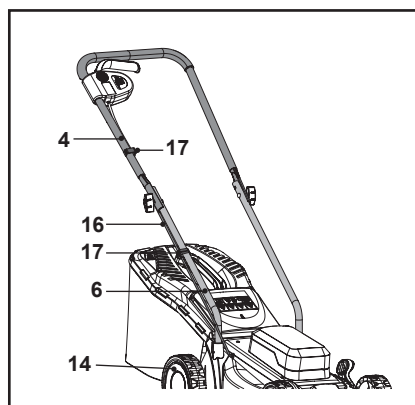

Fig. 3
5. Fixer le cordon de commande (16) de sorte que les deux clips pour cordon (17) se trouvent sur le côté droit du guidon supérieur (4) et du guidon inférieur (6) (vu de la position de l'opérateur) (Fig. 3).
6. Vérifier l'état du cordon de commande (16) et le maintenir à l'écart de la roue arrière (14).